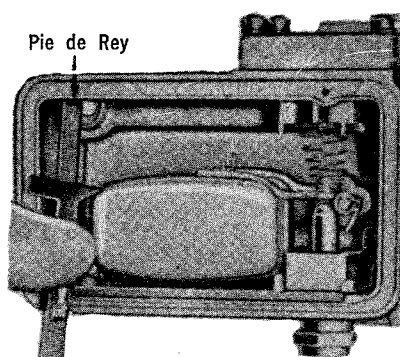

Fig. 23 — Ajuste del Flotador. Típico
8. Como ajuste preliminar del flotador, gradúelo de modo que haya una holgura de 22 mm (7/8") entre la parte inferior del flotador y el fondo de la taza con la taza invertida (Fig. 23).